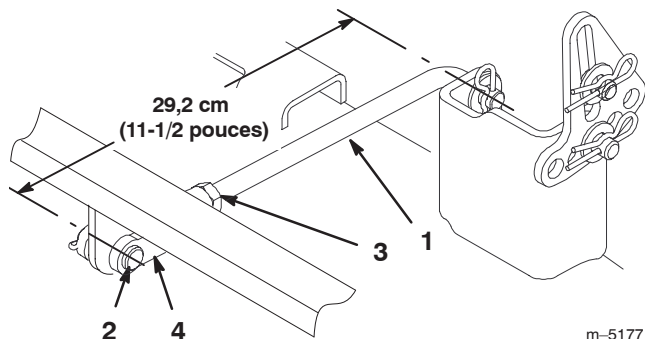

Figure 39
4. Mesurez la longueur du tourillon arrière (Fig. 39). Si elle n'est pas égale à 29,2 cm (11-1/2 pouces), enlevez l'axe de chape et la goupille fendue à l'extrémité du tourillon (Fig. 39), desserrez l'écrou de blocage et tournez la chape jusqu'à obtention de la longueur voulue (29,2 cm ou 11-1/2 pouces). Fixez ensuite la chape avec l'axe et la goupille fendue. Répétez la procédure de l'autre côté de la tondeuse.
10. Quand l'inclinaison avant/arrière voulue est obtenue, serrez les écrous de blocage (Fig. 39 et 41).